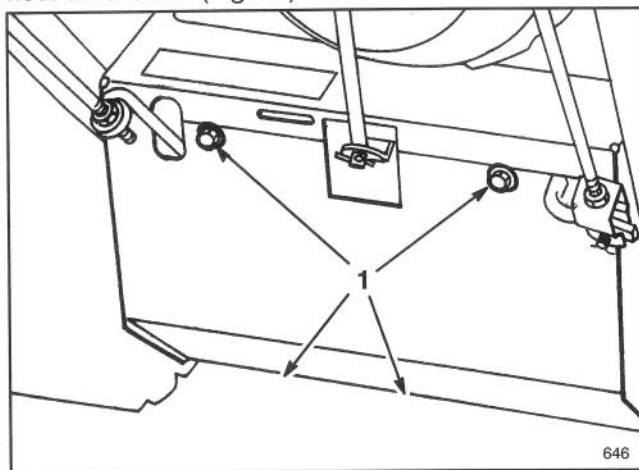

Figure 26
6. Retirez les (4) vis de fixation du couvercle inférieur au châssis (Fig. 26) et retirez le couvercle.
2. Retirez les (4) vis de vixation du couvercle inférieur au châssis (Fig. 26) et retirez le couvercle.